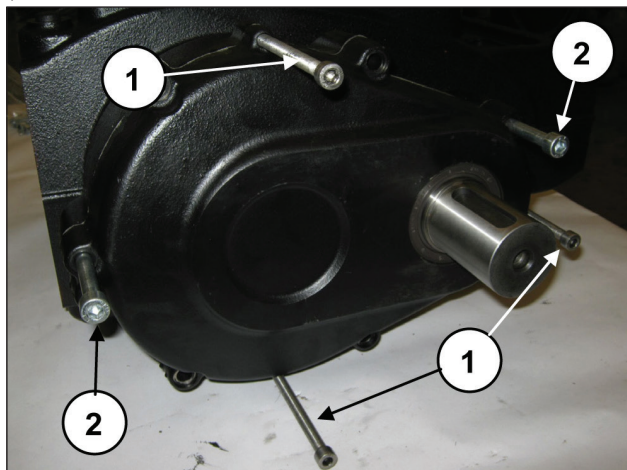

图 5
通过拔取器将3个螺柱或M8螺栓 (①, 图 5) 定位在专用孔中, 通过盖子支撑 (②, 图 5) 定位足够长的两个M10螺栓。